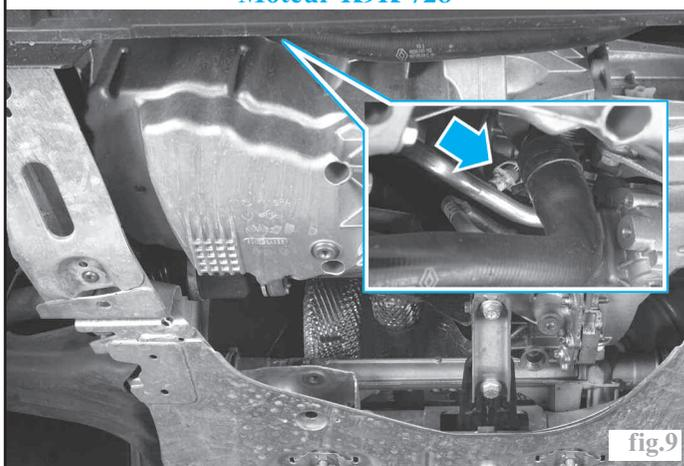

fig.9
- Sur le moteur **K9K 728**, il est vissé sous le support du filtre à huile (fig.9).